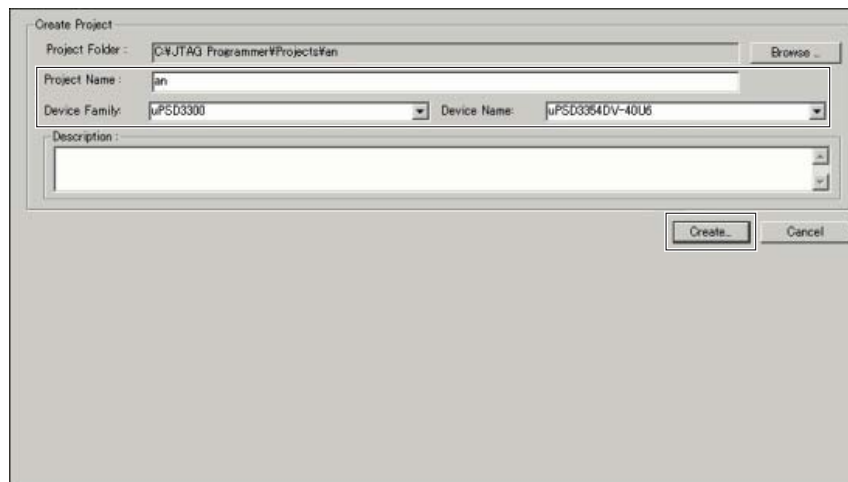

図 2 Create Project 画面
- 3) Project menu から new project を選ぶと下記の Create Project 画面が表示されます。(図 2)